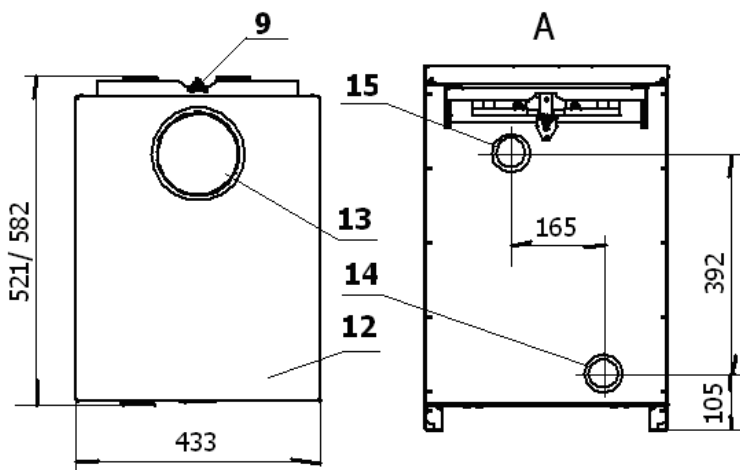

Рис.3 Котлы КС-Г-25S-Э/30S-Э; КС-Г-25Т-Э/30Т-Э
5.3 Котлы моделей КС-Г-25S-Э/30S-Э; КС-Г-25Т-Э/30Т-Э рис.3 транспортируют со снятым датчиком тяги 9, поэтому перед эксплуатацией его необходимо присоединить.